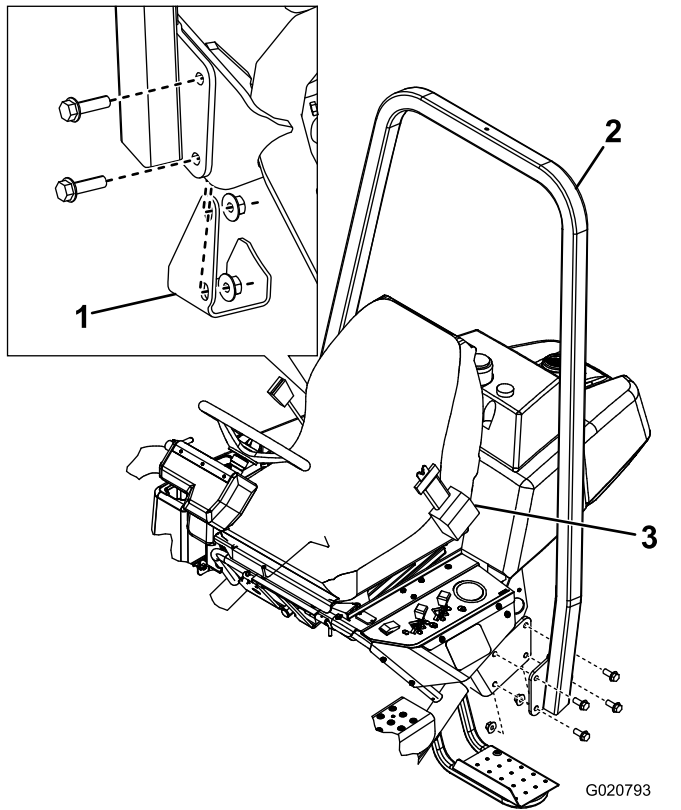

図 6
2. ROPS フレーム **図 6** を取り付けブラケットの上に置いて取り付け穴をそろえる。